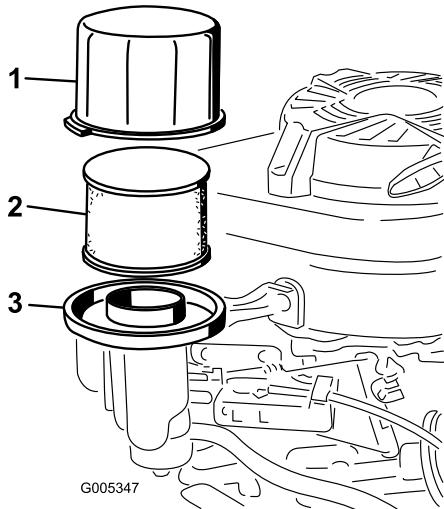

Figura 21
3. Retire la tapa y límpiela a fondo (Figura 21).
4. Retire e inspeccione el filtro de aire de papel (Figura 21), y deséchelo si está excesivamente sucio.
5. Retire el pre-limiador de gomaespuma y lávelo con un detergente suave y agua, luego séquelo apretando suavemente con un paño (Figura 21).